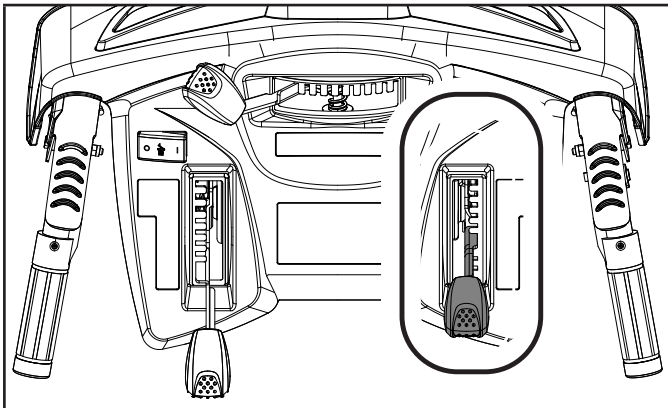

Figure 14
1. La plage des vitesses de marche avant comprend la position 1 pour vitesse lente jusqu'à la position 6 pour vitesse rapide. La plage des vitesses de marche arrière comprend la position R1 pour vitesse lente jusqu'à la position R2 pour vitesse rapide. (figure 14)